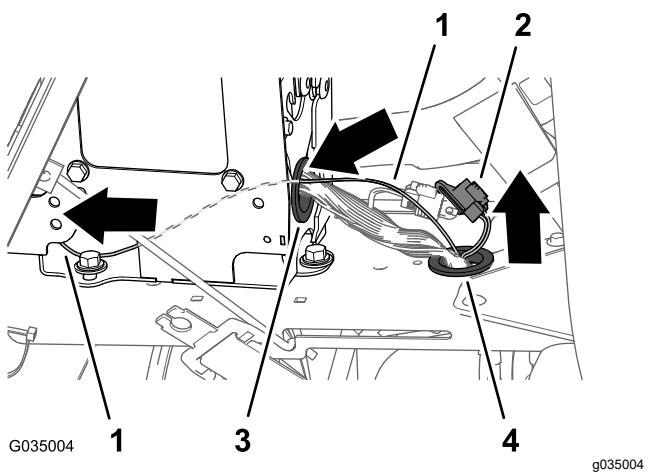

Рисунок 114
- Проложите ответвление заднего жгута проводов длиной 81 см вдоль переднего жгута проводов и вверх сквозь уплотнительную втулку канала консоли (Рисунок 114).
- Проложите ответвление заднего жгута проводов длиной 81 см вперед, вдоль переднего жгута проводов и сквозь уплотнительную втулку в задней части центральной консоли (Рисунок 114).